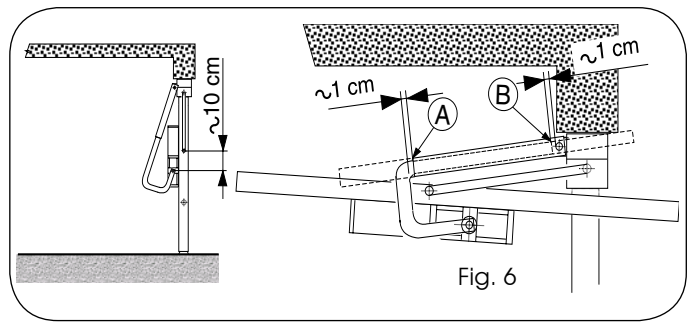
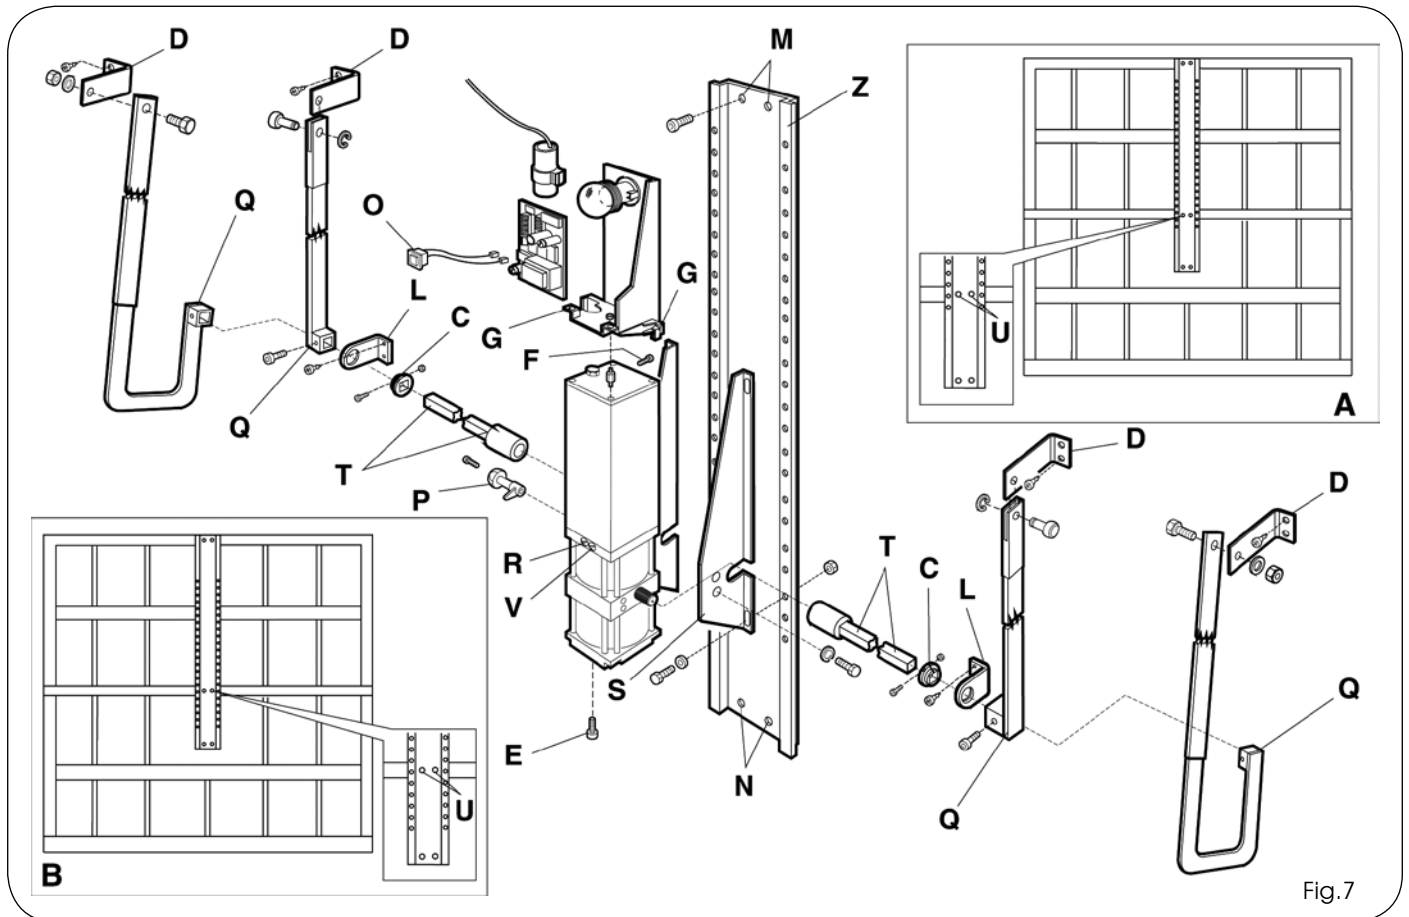
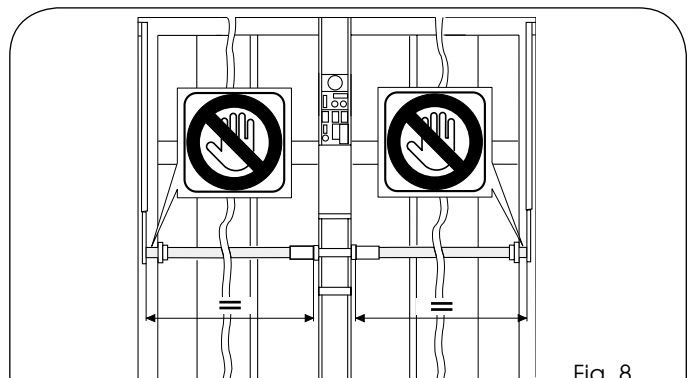
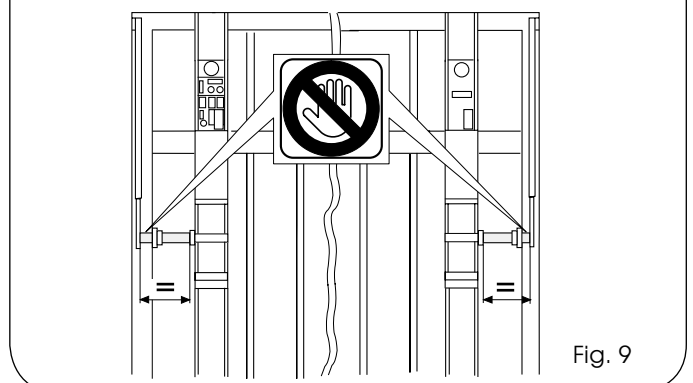

Fig. 6
Fig.7
Fig. 8
Fig. 9
Als de ruimte (S) kleiner blijkt te zijn dan **15 mm**, moeten de gebogen telescooparmen worden gebruikt, die moeten worden geïnstalleerd zoals aangegeven in **fig. 6**. Zie **fig. 7** om de plaatjes (D) op de deurlijst zo dicht mogelijk bij de bovenste steun van de bestaande balansarm te plaatsen. Monteer de huls van de telescooparmen.
Neem de bij de technische eigenschappen aangegeven maximale afmetingen van de deur in acht, breng slechts één aandrijving (FAAC 595) midden op de deur aan, **fig. 8**, of twee aandrijvingen aan de zijkanten van de deur (595 I en 595 S), **fig. 9**.
De basisplaat (Z) is voorzien van gaten (M) en (N) waarmee hij op de bovenste dwarsbalk van de deur kan worden geplaatst, zoals aangegeven in de plaatjes A en B van **fig. 7**.
Bij deuren die niet hoger zijn dan **2100 mm** moet de basisplaat (M) op de bovenste dwarsbalk worden gemonteerd (zie plaatje A). Bij deuren die hoger zijn dan **2100 mm**, moet hij met (N) op de bovenste dwarsbalk worden gemonteerd (zie plaatje B) **fig. 7**. Boor de gaten (U) met een diameter van 6 mm voor de bevestiging van de basisplaat op de middelste versteviging van de kanteldeur **fig. 7 ref. A en B**. Als de structuur van de kanteldeur niet stevig genoeg is (dun plaatstaal), wordt het aangeraden bouten en moeren te gebruiken. Als alternatief kunnen de bijgeleverde zelftappende schroeven worden gebruikt.
Verwijder de ontluchtingsschroef (F) en bevestig de aandrijving met behulp van de beugels (S) op de basisplaat, zoals aangegeven in **fig. 7**.
Doe de deur weer dicht en zet de transmissiebuizen (**T**), **fig. 7**, op de rondsels van de aandrijving. Zaag ze op maat, zoals aangegeven in **fig. 8/9**. Zet vervolgens de busen (**C**) en de beugels (**L**), **fig. 7**, in de transmissiebuizen, en draai de beugels (**L**) vast op de verstevigingen van de kanteldeur, en let er daarbij op dat de transmissiebuizen goed uitgelijnd blijven.
Gebogen arm: zie **fig. 6**.
Plaats de op maat gezaagde vierkante transmissiebuis (**T**) in de binnenpoot van de arm (**Q**), **fig. 7**, en boor een gat met een diameter van **8 mm**. Draai de schroef 8 MA vast.
Bij kanteldeuren met een breedte tussen de 3,50 en 5 m, moeten een aandrijving 595 I (geïntegreerd) en een aandrijving 595 S (slave) worden gebruikt. De maximale toegestane hoogte is 3 m. Het criterium voor installatie (**fig 9**) is hetzelfde als dat wat voor de toepassing met één motor wordt gebruikt. De elektriciteitsaansluiting van de SLAVE-motor moet worden gemaakt op de elektronische apparatuur van de MASTER-aandrijving. Sluit de voedingskabels van de SLAVE-aandrijving parallel geschakeld aan op die van de MASTER, en zorg er daarbij voor dat de aansluitingen en de draairichting in acht worden genomen.